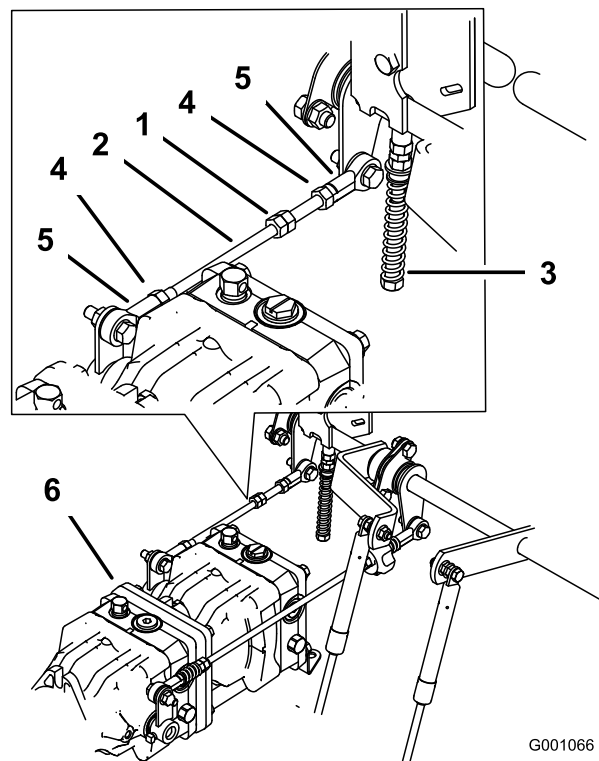

Figura 103
1. Desaperte as porcas de bloqueio nas rótulas na barra de controlo da bomba (Figura 103).
3. Ajuste o comprimento da barra da bomba rodando as porcas duplas na barra, na direção adequada, até que a roda fique parada ou a rodar ligeiramente para trás (Figura 103).
6. Aperte as porcas de bloqueio nas rótulas (Figura 103).